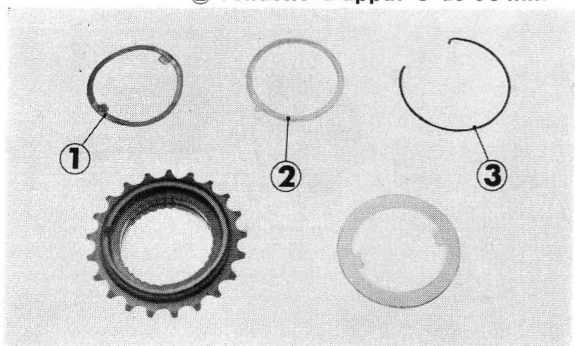

Figure 4-17 : ① ressort de roue libre B ② rondelle d'appui B de 50 mm ③ circlip de 61 mm
3. Déposer le circlip de 61 mm, démonter la rondelle d'appui B, le ressort de roue libre B (figure 4-17).